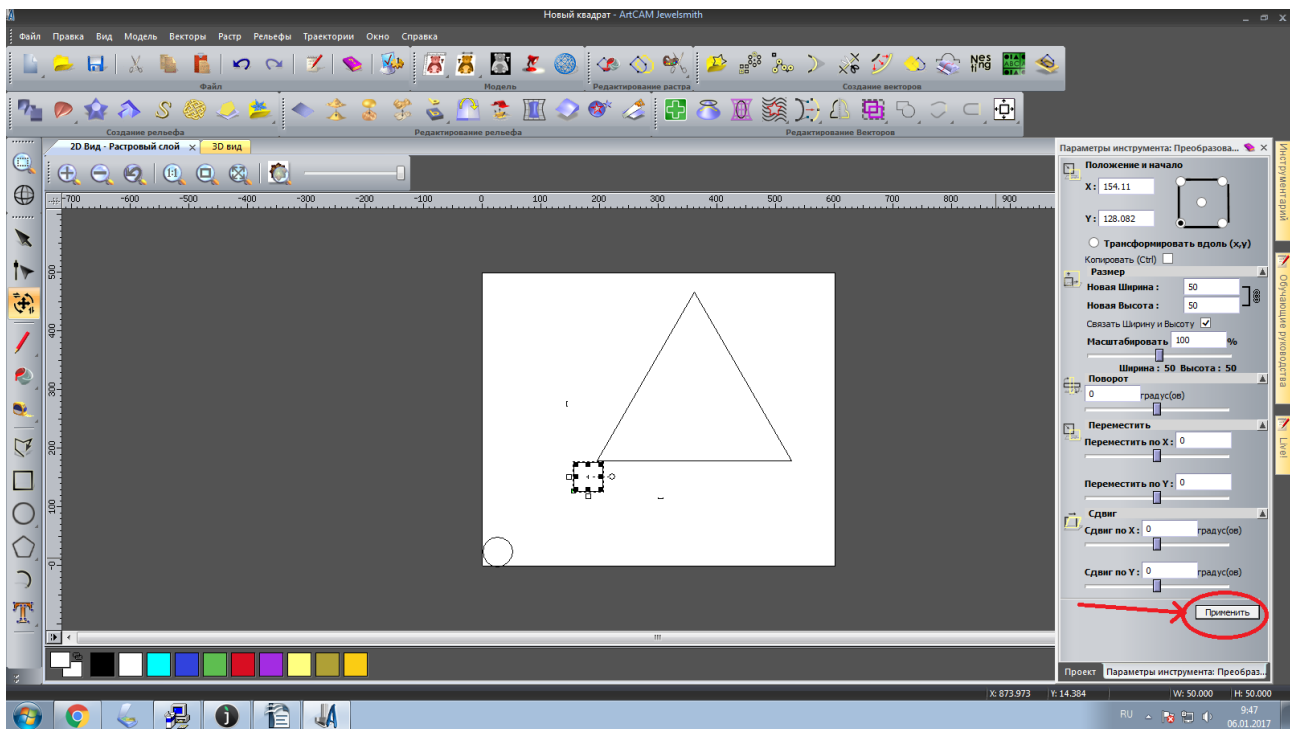

Рисунок 22. Сохранение размеров квадрата
23. Нажмите на кнопку «Применить», чтобы сохранить новый размер квадрата, рисунок 22